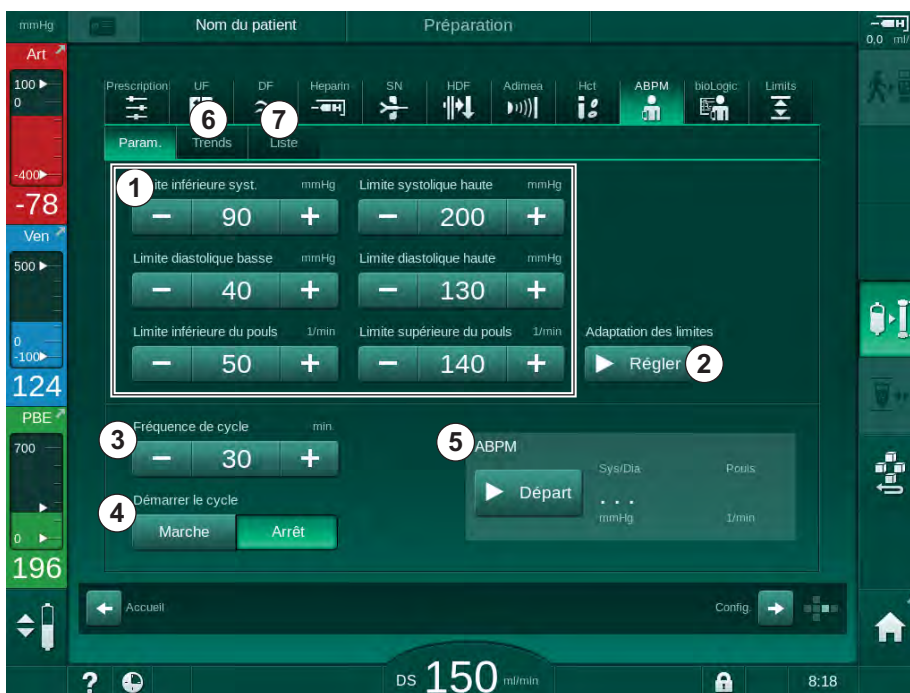

Fig. 11-6 Paramètres ABPM sur l'écran *Entrée*
2. Pour ajuster les limites d'alarme à des valeurs autour de la tension artérielle mesurée, touchez *Adaptation des limites, Définir* (Fig. 11-6, ②).
1. Pour activer/désactiver les mesures cycliques avec la fréquence de mesure définie, sélectionner *Démarrer le cycle, MARCHE* (Fig. 11-6, ④).
2. Pour définir la fréquence de mesure, sélectionner *Fréquence de cycle* ③. Intervalle possible : 1 à 60 minutes.
Toucher *Démarrer* dans la boîte de groupe *Paramètres ABPM* sur l'écran *Entrée* (Fig. 11-6 Paramètres ABPM sur l'écran Entrée (269), ⑤).